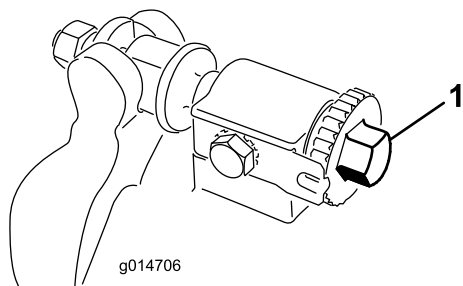
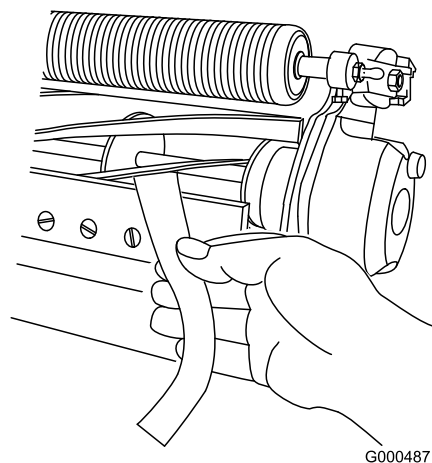

Figura 6
Figura 7
2. Não deixe que haja contacto com o cilindro, rodando os parafusos de ajuste da barra de apoio no sentido contrário ao dos ponteiros do relógio (Figura 6).
4. Numa das extremidades do cilindro, introduza uma longa tira de jornal entre o cilindro e a lâmina de corte (Figura 7). Enquanto roda ligeiramente o cilindro para a frente, rode o parafuso de ajuste da barra de apoio no sentido dos ponteiros do relógio (na mesma extremidade do cilindro) (Figura 6), uma posição de cada vez, até que o papel esteja ligeiramente apertado, quando inserido pela parte dianteira, paralela à lâmina de corte. Quando puxar o papel, sentirá uma ligeira pressão.
6. Depois de ajustar, verifique se o cilindro aperta o papel quando este for inserido pela frente e se corta o papel quando este for inserido num ângulo recto, relativamente à lâmina de corte (Figura 7). Deve ser possível cortar o papel ao mínimo contacto com a lâmina de corte e as lâminas do cilindro. Se notar uma pressão excessiva sobre o cilindro, pode ser necessário ajustá-lo ou rectifique a unidade de corte para obter pontas afiadas, imprescindíveis para um corte de precisão (consulte o manual de rectificação de cilindros da Toro).